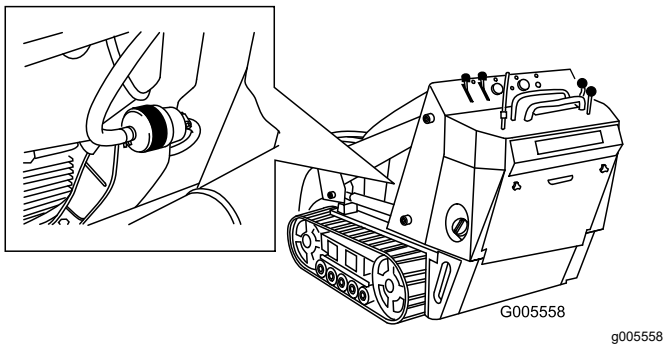

Figure 42
5. Raccordez les conduites d'alimentation de chaque côté du filtre avec des colliers (Figure 42).
6. Pincez les extrémités des colliers et éloignez les colliers du filtre (Figure 42).